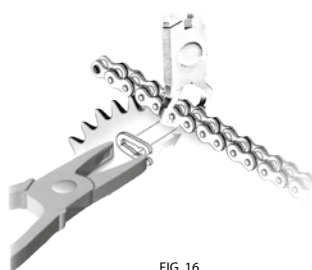

FIG. 16
7. Inserire la forchetta giunto nuova (A) dalla parte posteriore.
8. Posizionare successivamente la piastra giunto (B).
9. Applicare la molletta (C) con le punte orientate in senso opposto a quello di rotazione della catena, con l'ausilio di una pinza (fig. 16).
10. Se si utilizza una maglia giunto **tipo 26**, utilizzando la pinza a becchi arcuati (cod. **805203**), comprimere con forza le due piastre esterne della maglia giunto per vincere la resistenza degli O-Ring e mettere così in vista i canalini dei perni (fig. 16). Se si utilizza una maglia giunto semiforzata (**tipo 42**), utilizzare l'apposito attrezzo cod. **805187** con il punzone di avvicinatura dedicato cod. **805187-4-B** per portare in posizione la piastra esterna. Eventualmente se non disponibile, spingere con piccoli colpi di martello la piastra esterna mobile fino a portarla in battuta contro l'apposito ribasso sul perno.
11. Applicare la molletta (C) con le punte orientate in senso opposto a quello di rotazione della catena, con l'ausilio di una pinza (fig. 16).
7. Insert the new connecting link (A) from the back.
8. Install the connecting plate (B).
9. Install the spring clip (C) with the edges in the direction opposite to the chain rotation, using pliers (fig. 16).
10. If using a slip fit **type 26** link, with the help of special pliers (P/N **805203**) strongly press together the two plates of the connecting link overcoming the elastic resistance of the O-Rings and expose the grooves on the pins (fig. 16). If using a press fit **type 42** link, use the tool P/N **805187** with the special punch P/N **805187-4-B** to rightly position the external plate. If the tool is not available, strongly clamp the plates together until, the outer plate touches against the purpose-built larger diameter of the pin.
11. Install the spring clip (C) with the edges in the direction opposite to the chain rotation, using pliers (fig. 16).